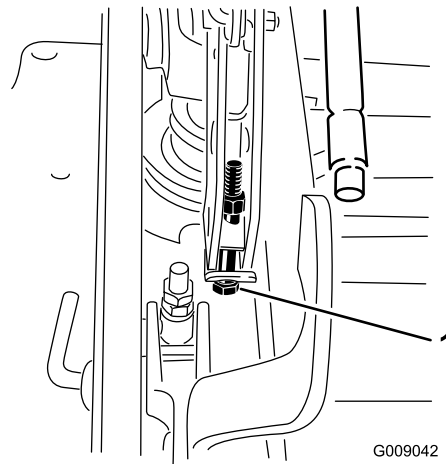

Рисунок 80
13. Якщо кожух занадто низький, затягніть болт для регулювання з однієї точки, повернувши його за годинниковою стрілкою. Якщо кожух занадто високий, ослабте болт для регулювання з однієї точки, повернувши його проти годинникової стрілки (Рисунок 80).